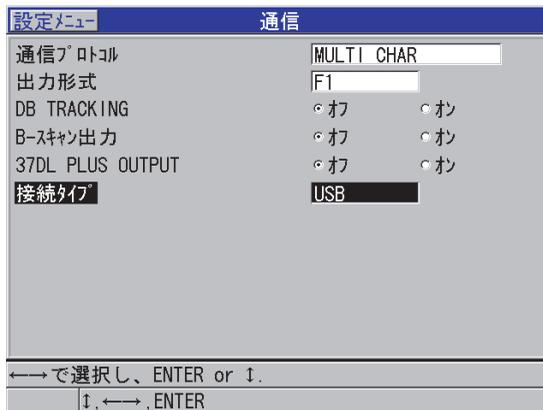

図 14-2 通信パラメータの表示
7. 通信画面で、以下の操作を行います（260 ページの図 14-2 参照）。